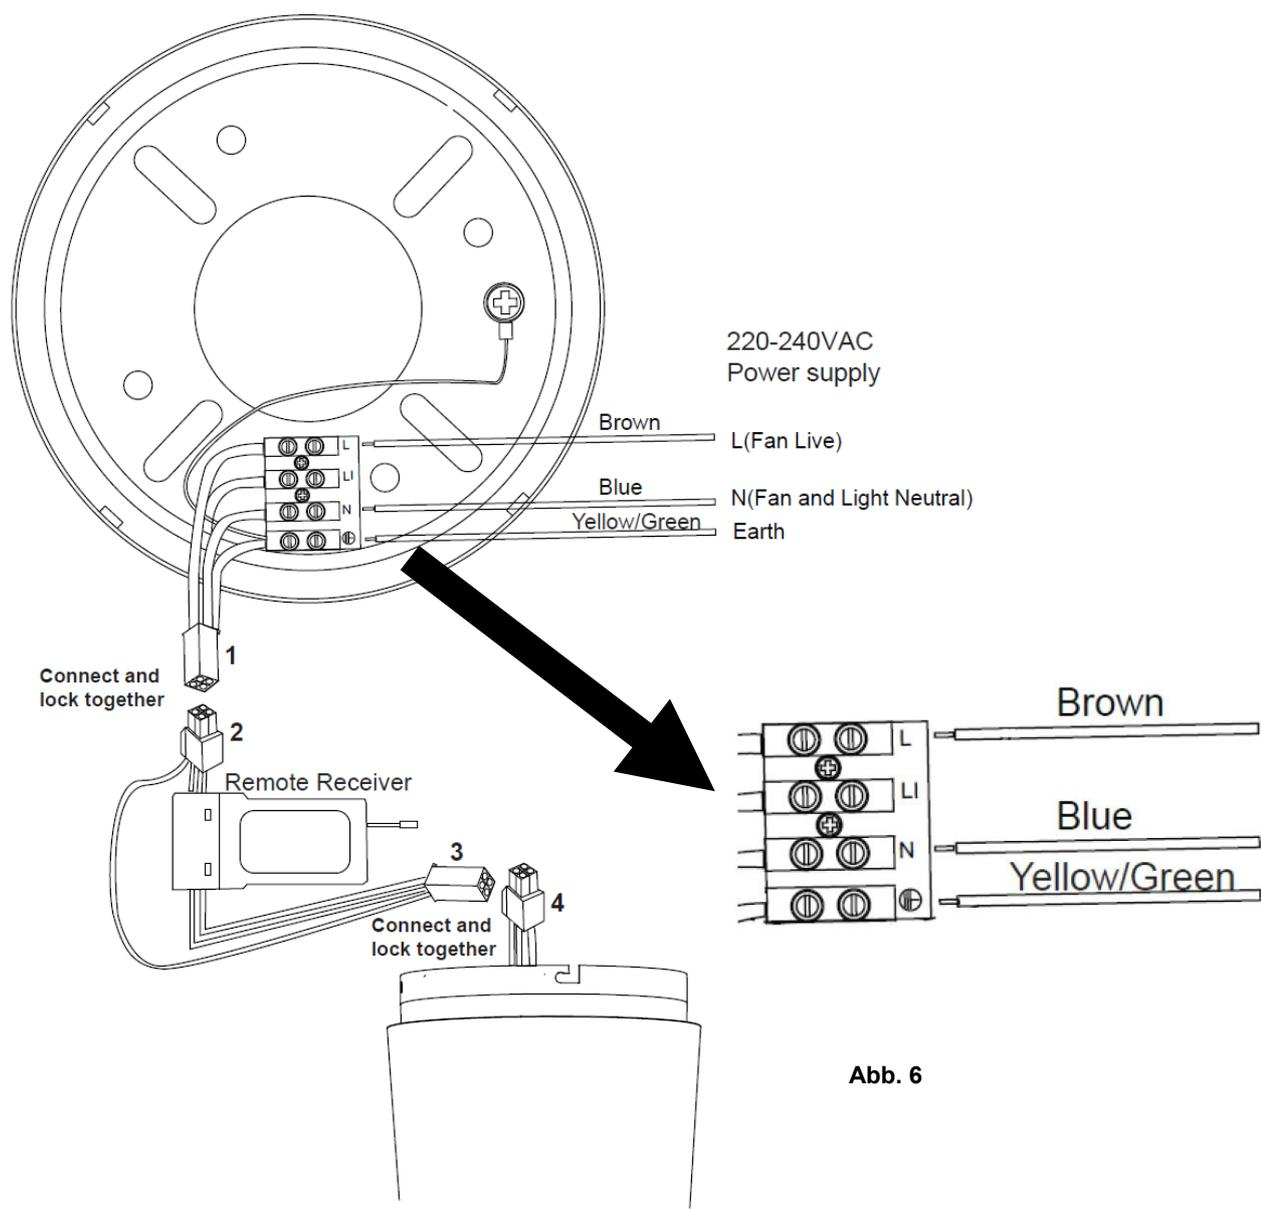

Abb. 6
SCHALTPLAN FÜR MODELLE MIT FERNBEDIENUNG (Abb. 6):
- Verbinden Sie die Drähte L, N und Erde mit der Klemmleiste der Halterung, wie im Schaltbild in Abb. 6 gezeigt.
- Verbinden Sie die Schnellanschlüsse der Halterung (1) und des Fernbedienungsempfängers (2) und achten Sie darauf, dass sie fest ineinandergreifen.
- Verbinden Sie die Schnellanschlüsse des Fernbedienungsempfängers (3) und des Ventilators (4) und achten Sie darauf, dass sie fest ineinandergreifen.